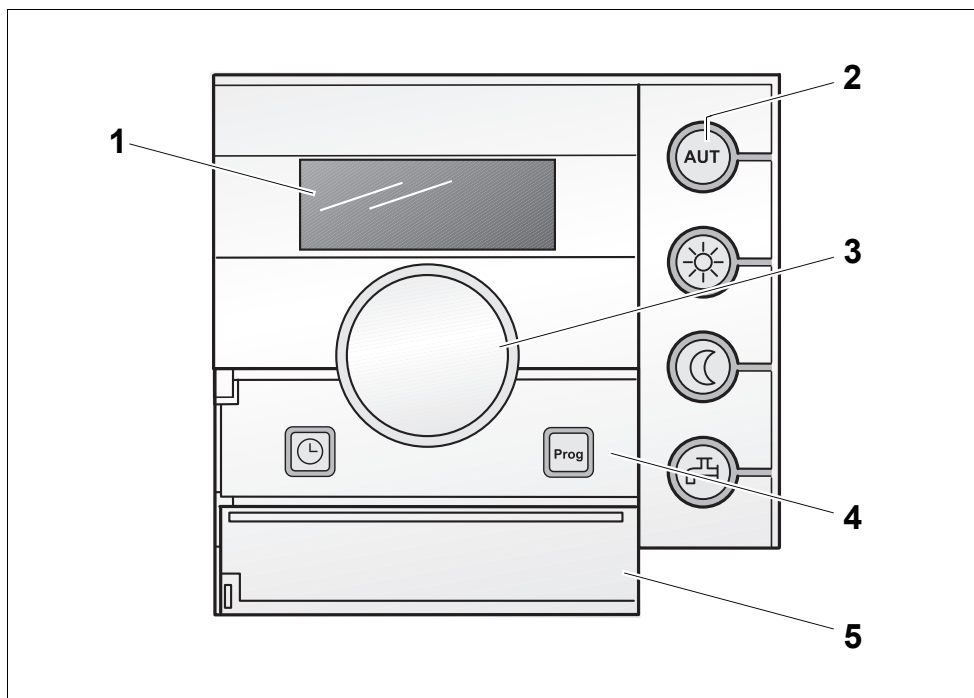

Рис. 1 Элементы управления RC20
(рис. 1, поз. 2)**
функций (рис. 1, поз. 4)**
**Дисплей (рис. 1, поз. 1)**
### Светодиоды (рис. 1, поз. 2, стр. 6)
### Крышка (рис. 1, поз. 5, стр. 6)